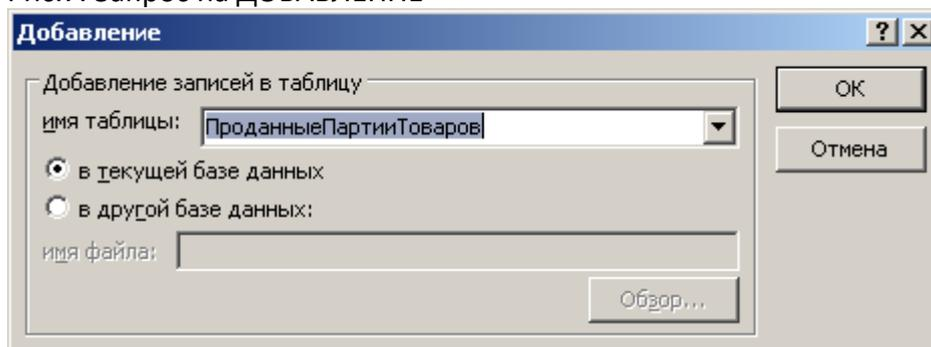

Рис.8. Выбор таблицы для добавления записей
2. В окне КОНСТРУКТОРА преобразуйте его в запрос на ДОБАВЛЕНИЕ. В диалоговом окне МАСТЕРА укажите имя таблицы, в которую должны добавляться записи (ПРОДАННЫЕ_ПАРТИИ_ТОВАРОВ) (рис.8).